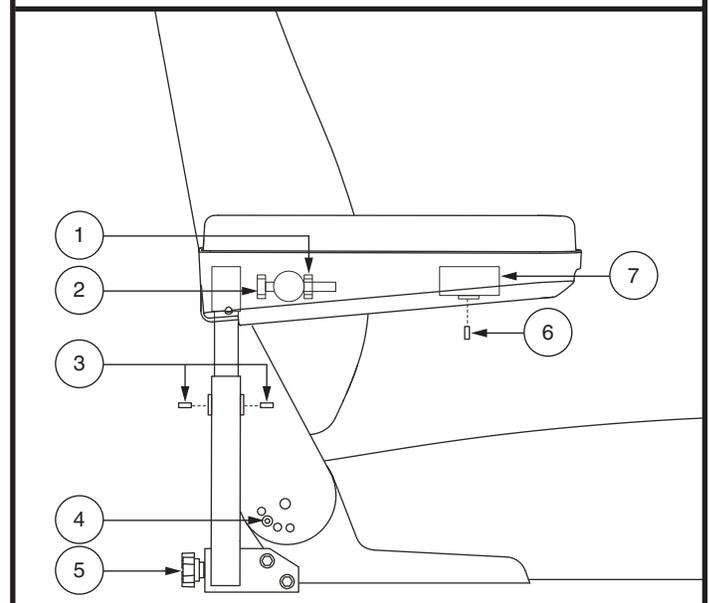

Bild 15. Einstellung der Rücken-/Armlehnen
**HINWEIS:** Bild 15 zeigt die gängigste Konfiguration der Befestigungselemente für die Sitzeinstellung. Die Konfiguration Ihres Produkts kann sich hiervon unterscheiden. Die Funktion der Befestigungselemente ist jedoch bei allen Konfigurationen ähnlich.
1. Entfernen Sie die Einstellschrauben von allen Sitzangeln. **Siehe Bild 15.**
1. Finden Sie die beiden Knöpfe an de Seiten der Halterung des Armlehnengriffstücks. **Siehe Bild 15.**
2. Lockern Sie die Feststellmutter. **Siehe Bild 15.**
1. Lockern Sie die beiden Feststellschrauben, die sich auf dem Griffstück der Armlehnen befinden. **Siehe Bild 15.**
2. Lockern Sie die Feststellschraube an der Steuerungshalterung. **Siehe Bild 15.**
5. Lösen Sie die Feststellschraube an der Unterseite jeder Armlehne. **Siehe Bild 15.**